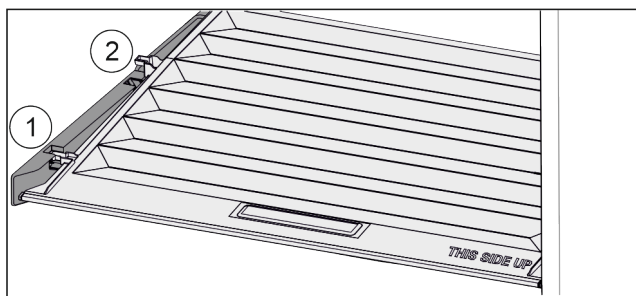

Fig. 36
- ▶ Deksel tot de opening in de vasthouddelen naar voren trekken *Fig. 36 (1)*.
- ▶ Aan de achterkant vanaf de onderkant omhoog tillen en vanaf de bovenkant verwijderen *Fig. 36 (2)*.